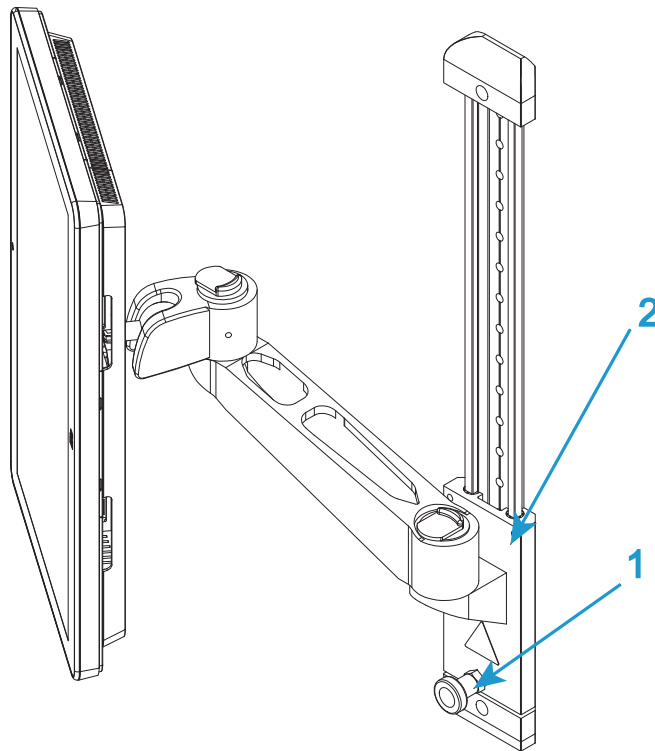

Figure 6. Réglage de la hauteur
1. Vous pouvez régler la hauteur du Tableau de bord de l'opérateur Bluehill® à la convenance de chaque opérateur. Desserrez le verrou (1 dans la Figure 6 à la page 45) et faites glisser le bras de montage (2 dans la Figure 6 à la page 45) à la hauteur souhaitée. Resserrez le verrou.